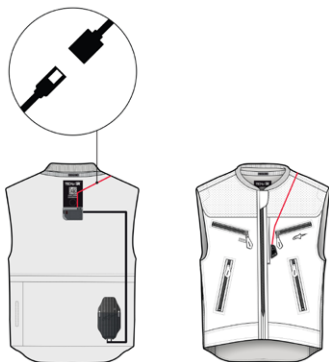

图 16
1. 打开系统背面口袋中的电子控制装置 (3)。要进入口袋，请使用背心内侧的拉链和钩扣打开背心。
2. 断开 LED 显示屏 (2) 的供电电缆，如图 16 所示。